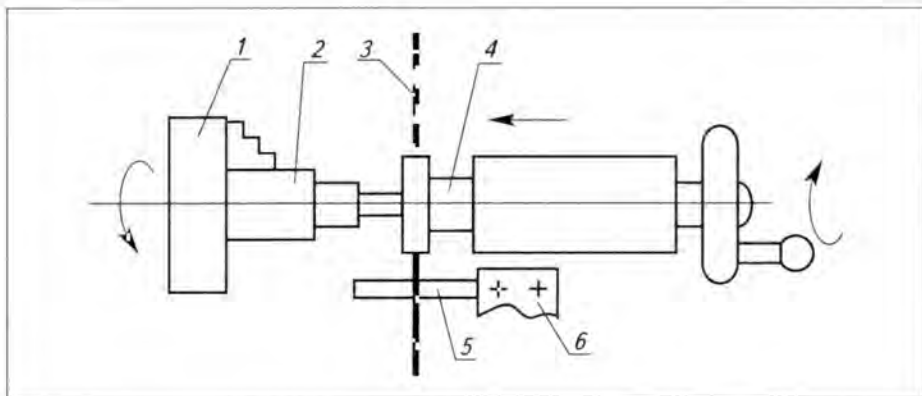

Рис. 83. Нарезание резьбы плашкой на токарно-винторезном станке:
5. Установите плашку заборной частью на фаску заготовки и подожмите плашкодержатель пинолью задней бабки. Рукоятку плашкодержателя обоприте на планку, закрепленную в резцедержателе (рис. 83).